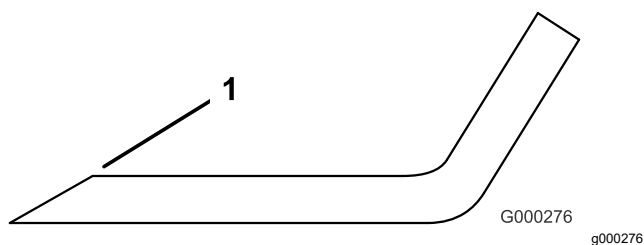

Figure 87
3. Examinez les tranchants de toutes les lames et aiguiser-les s'ils sont émoussés ou ébréchés (**Figure 87**).
**Remarque:** N'aiguiser que le haut du tranchant et conservez l'angle de coupe d'origine pour obtenir une coupe nette (**Figure 87**). Limez la